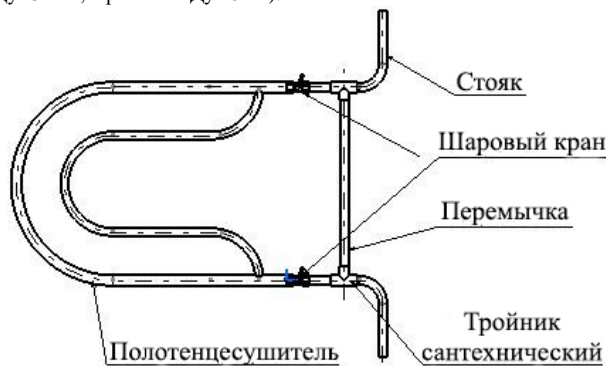

Рис.2 Шунтирующая обводка
4.3. В случае монтажа полотенцесушителя непосредственно к стояку, необходимо установить шунтирующую (обводную) перемычку(рис.2), диаметр которой должен быть на размер меньше диаметра стояка (например: стояк Ду 32мм, перемычка Ду 25мм).
- 5.7. По истечении срока службы полотенцесушителя или фитингов перекрыть шаровые краны (рис.2), вызвать специалиста организации, оказывающей жилищно-коммунальные услуги, и заменить изделие на новое.